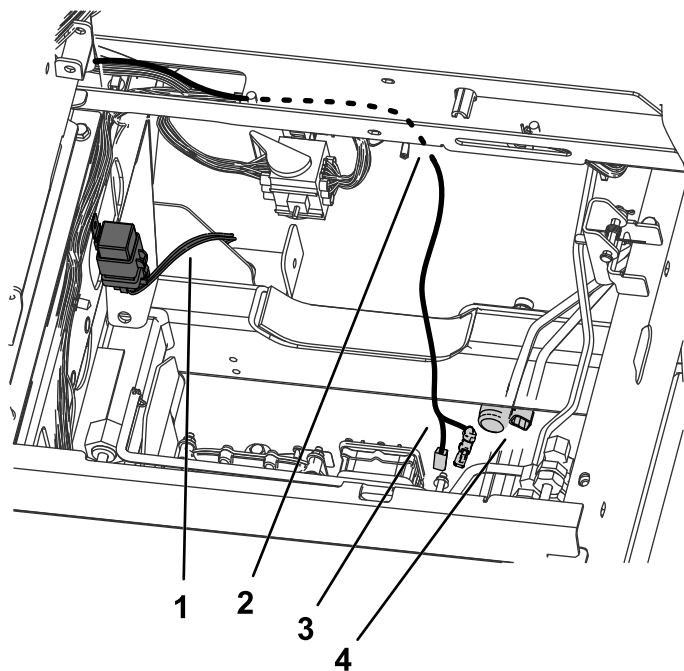

**Figura 27**
8. Ligue o conector do relé ao relé, como se mostra em Figura 27.